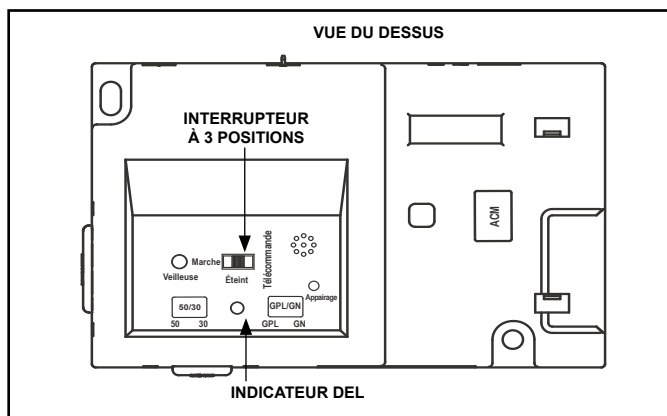

Figure 3.4 IFT-ECM
1. Le module de commande électronique (IFT-ECM) possède un commutateur de sélection à trois positions ON/OFF/REMOTE qui doit être réglé pour un bon fonctionnement. Voir la figure 3.4. Lorsque vous changez la position, il est important de faire une pause de 1 à 2 secondes dans chaque position.